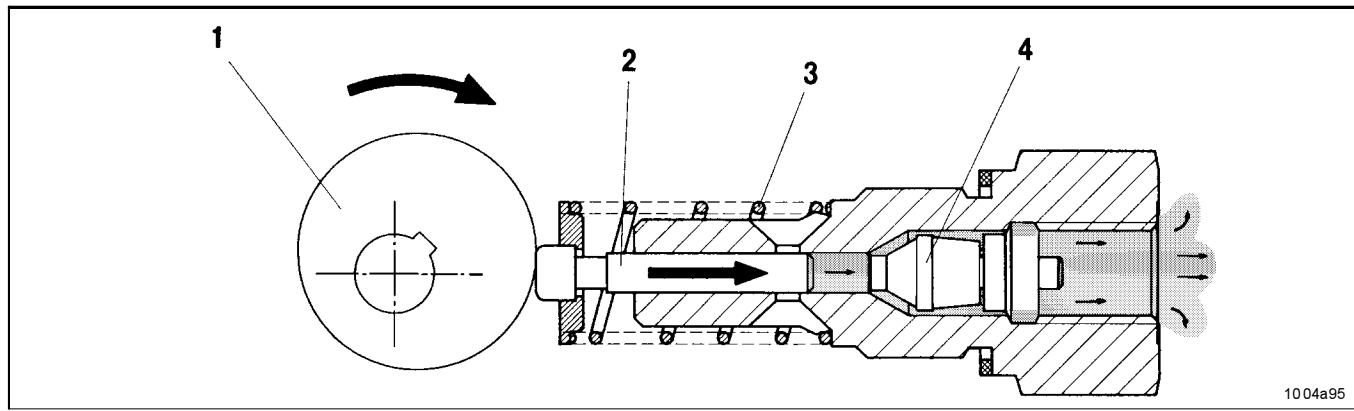

Abb. 2-3 Pumpelement fördert
- fördert der Kolben 2 den Schmierstoff über Verteiler zu den angeschlossenen Schmierstellen (Abb. 2-3).